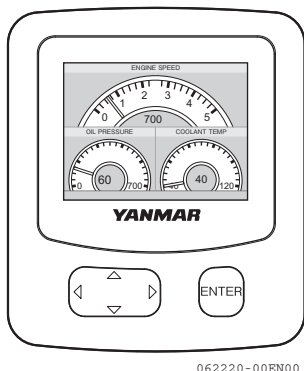

Figura 28
- Cuando arranca el motor, la pantalla del VC20 muestra la pantalla con las condiciones del motor (**Figura 28**).